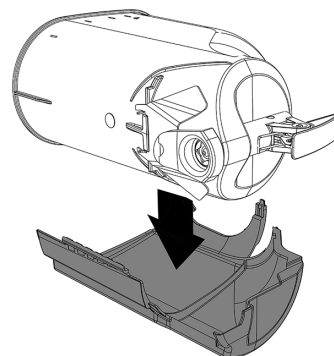
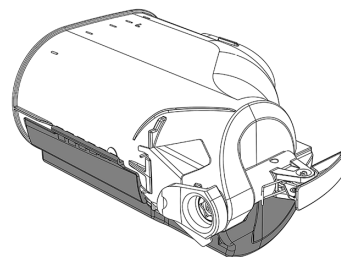

figura 2
figura 3
- 1** Apoye la parte derecha del recuperador sobre una superficie. Coloque el recipiente en su interior. (ver figura 2)(ver figura 3).